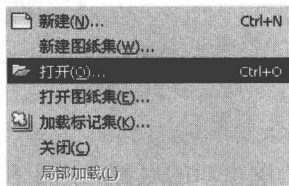

图 1.16 利用快捷键字母启动命令
- 菜单项后面有快捷键字母的，表示可以通过直接按快捷键来启动该命令。如图 1.16 所示，当在键盘上按 Ctrl+O 快捷键后，则执行打开文件命令。